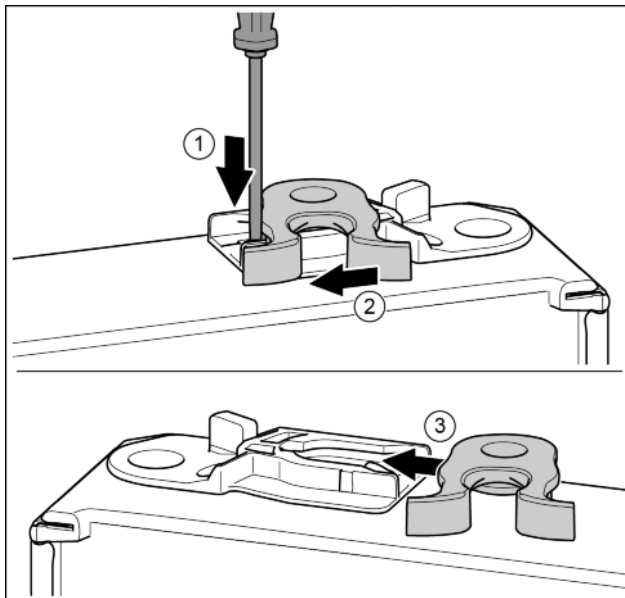

Fig. 16
- ▶ Nyomja le a fedőlemezt csavarhúzóval. Fig. 16 (1)
- ▶ Húzza ki a záróhorgot a vezetősínből. Fig. 16 (2)
- ▶ Tolja be a záróhorgot a másik oldalon lévő vezetősínbé. Fig. 16 (3)